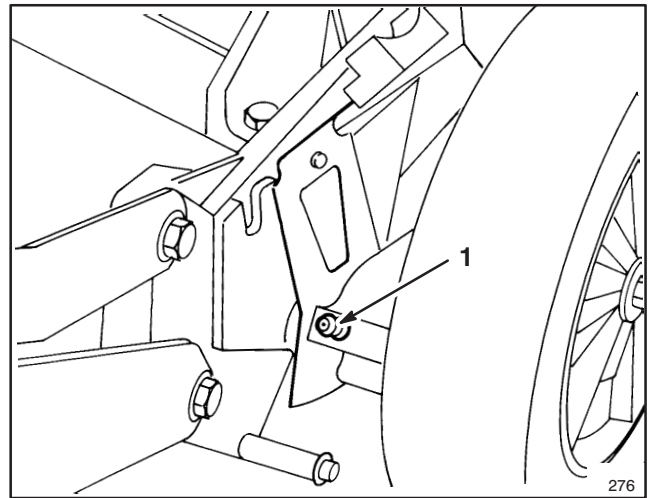

Abbildung 28
2. Schnitthöhen-Verstellhebel der Hinterräder auf Stellung "C" bewegen. Schmiernippel mit sauberem Tuch abwischen (Abb. 28). Fettpresse ansetzen und vorsichtig 2 bis 3 Pumpenhübe Mehrzweckfett #2 auf Lithiumbasis einpressen. Übermäßiger Druck kann zu einer Beschädigung der Dichtungen führen.